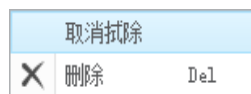

图 5.2.12 快捷菜单
- 如果在绘图树中右击拭除的尺寸  模型: d3 (必须先进入  注释 选项卡), 在弹出的图 5.2.12 所示的快捷菜单中选择“取消拭除”命令，可以将尺寸重新显示出来。